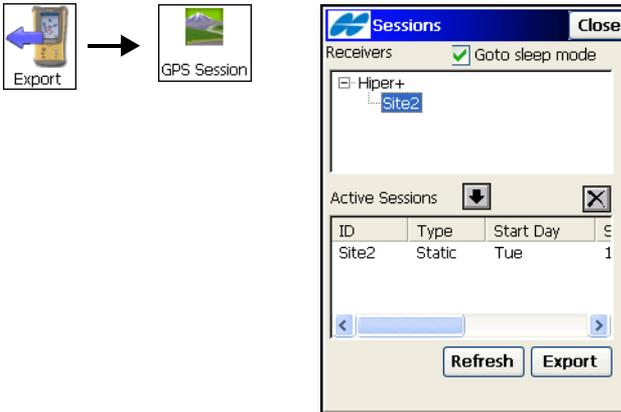

Abbildung 5-38. Projekt-Session
1. Diese Funktion steht im Modus „PP statisch“ zur Verfügung. So exportieren Sie GPS-Sessions zum Empfänger: Stellen Sie eine Verbindung zwischen Feldrechner und Empfänger her. Tippen Sie dann auf **Export ▶ Sessions** (Abbildung 5-38).
2. Wählen Sie die zu exportierenden Sessions im linken Teil des Fensters *Sessions* (Abbildung 5-38) und tippen Sie auf . Die zu exportierenden Sessions werden nun in der rechten Fensterhälfte angezeigt.